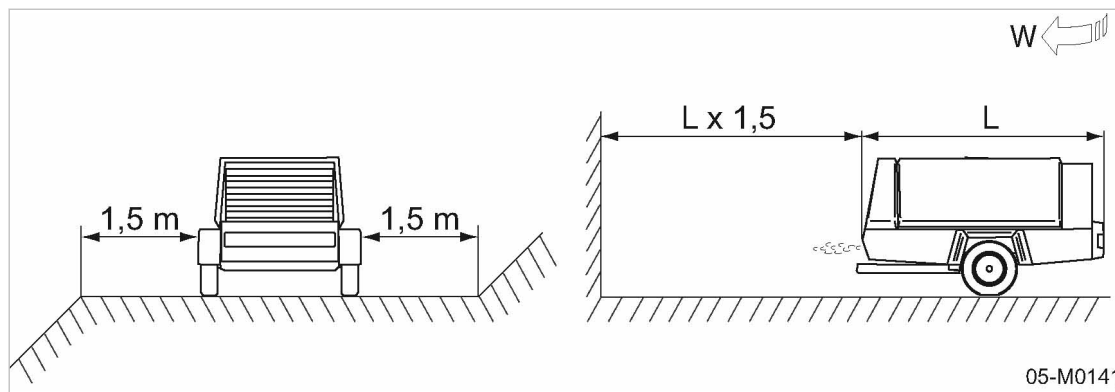

Fig. 19 Minimale afstand tot bouwputten/bermen en muren
- Uitlaatgassen en verwarmde afvoerlucht niet als inlaatlucht kunnen worden aangezogen. Let op de windrichting! (zie afbeelding 19)